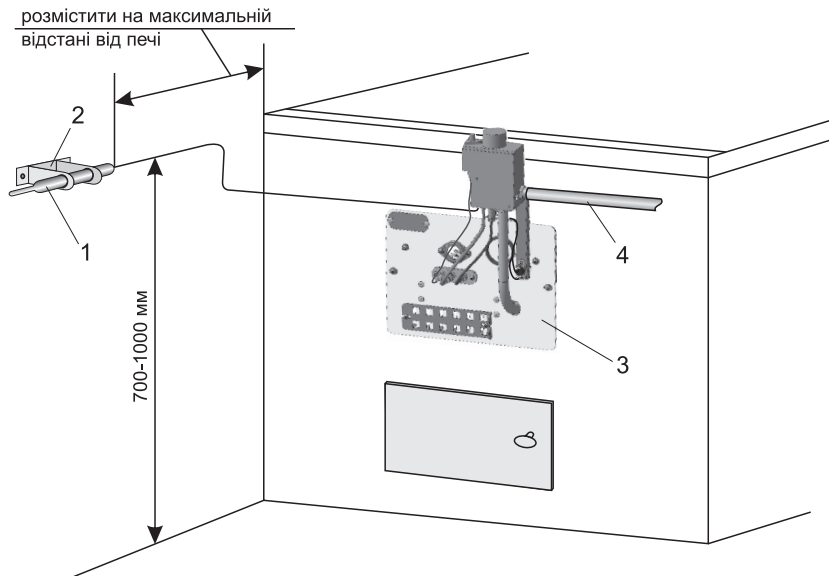

Рис. 5
• Встановити термобаллон 1 (рис.5) згідно малюнка , для можливості контролю температури повітря в приміщенні. Для цього необхідно закріпити кронштейн 2 (рис. 5) на стіні та вставити термобаллон в отвори кронштейна. Капіляр термобаллона прокласти таким чином , що б не допустити його механічних пошкоджень в процесі експлуатації.